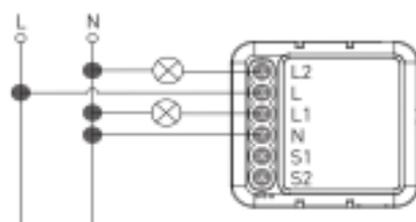

Рисунок 2.5
- без выключателя (см. рисунок 2.5);